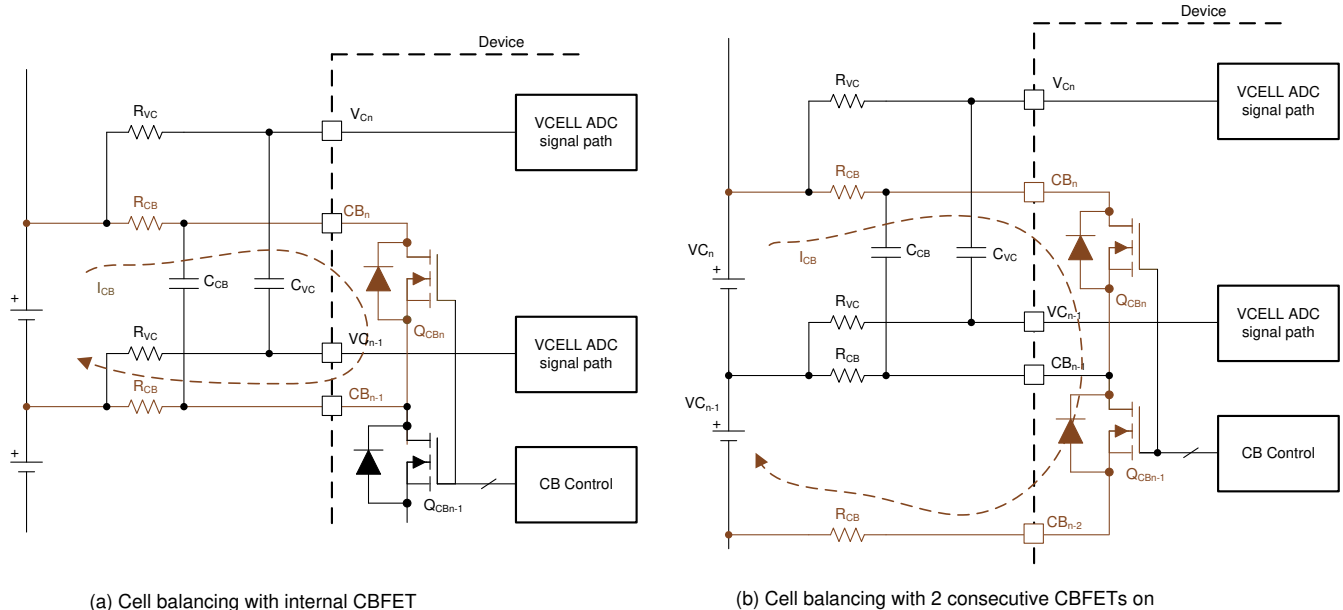

図 6-13. 内部セル バランシングとバランシング電流のフロー
- 連続する CBFET がオンでないバランシング (図 6-13 (A)): $I_{CB} = V_{Cell} / ((2 \times R_{CB}) + R_{dson_{QCB}})$
- 2 つの連続した CBFET がオンのバランシング (図 6-13 (b)): $I_{CB} = (2 \text{ つの } V_{CELL} \text{ の合計}) / ((2 \times R_{CB}) + R_{dson_{QCBn}} + R_{dson_{(QCBn-1)}})$
- 手動バランシング制御 (**[AUTO_BAL] = 0**): この方法では、**[BAL_GO] = 1** を受信すると、デバイスはバランシング タイマ設定がゼロ以外の CBFET をオンにします。この制御方法では、セル バランシング中に奇数チャンネルと偶数チャンネルのスイッチングは行われず、**BAL_CTRL1[DUTY2:0]** 設定は適用されません。この方法では、ホスト マイコンは 2 つの連続する CBFET を有効にできます。また、最大 8 つの CBFET を有効にできます。両方のチャンネルをバッテリーセルに接続した状態で 2 つの連続する CBFET が有効になると、隣接する CBFET がオンになっていない場合 (図 6-13) と比較して、バランシング電流が大幅に異なります。**DEV_CONF[NO_ADJ_CB]** ビットは、バランシングで隣接チャンネルをオンにすることを意図していないシステムで、隣接する CBFET が誤って有効にされないようにするために用意されています。この制御方法では、デバイスは、適切なチャンネルの有効化をマイコンに依存します。マイコンが **[BAL_GO] = 1** を送信しても、CBFET が無効な条件で有効担っている場合は、デバイスはバランシングを開始せず、**BAL_STAT[INVALID_CBCONF] = 1** を設定します。無効な構成は次のいずれかです。